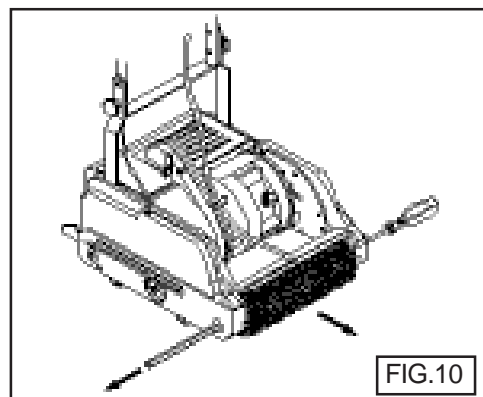

FIG.10
13.1.1 Främre borste (FIG. 10)